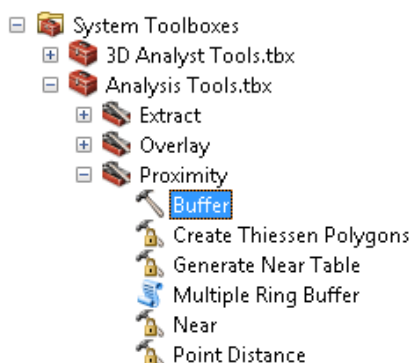

Fig. 7. Narzędzie *Bufor* w strukturze drzewa narzędzi systemowych ArcGIS
- 6.3. Kliknij narzędzie *Bufor (Buffer)* (Fig. 7).